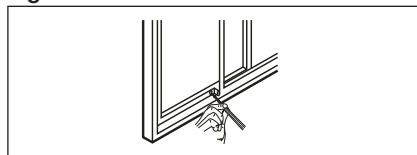

Fig. 22
7. Per bloccare il telaio scorrevole in posizione, fissare il tassello di sicurezza con una vite da 1/2" (12,7 mm) come illustrato (Fig. 22).